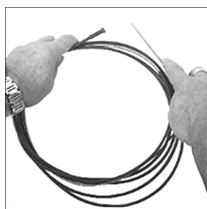

Figure 59.
4. Sélectionnez la nouvelle doublure et déroulez-la soigneusement pour éviter de l'entortiller, puisqu'elle deviendra alors inutilisable et vous devrez la remplacer(Fig. 59).